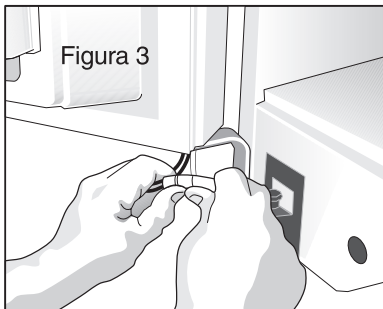

Figura 3
4. Para desconectar el conector de tapon del arnés de cableado, coloque los pulgares en los lados planos de cada pieza del conector. Doble ambas piezas hacia atrás y hacia adelante. Luego, sujetando firmemente, jale las dos piezas para separarlas, tal como se muestra (Figura 3).